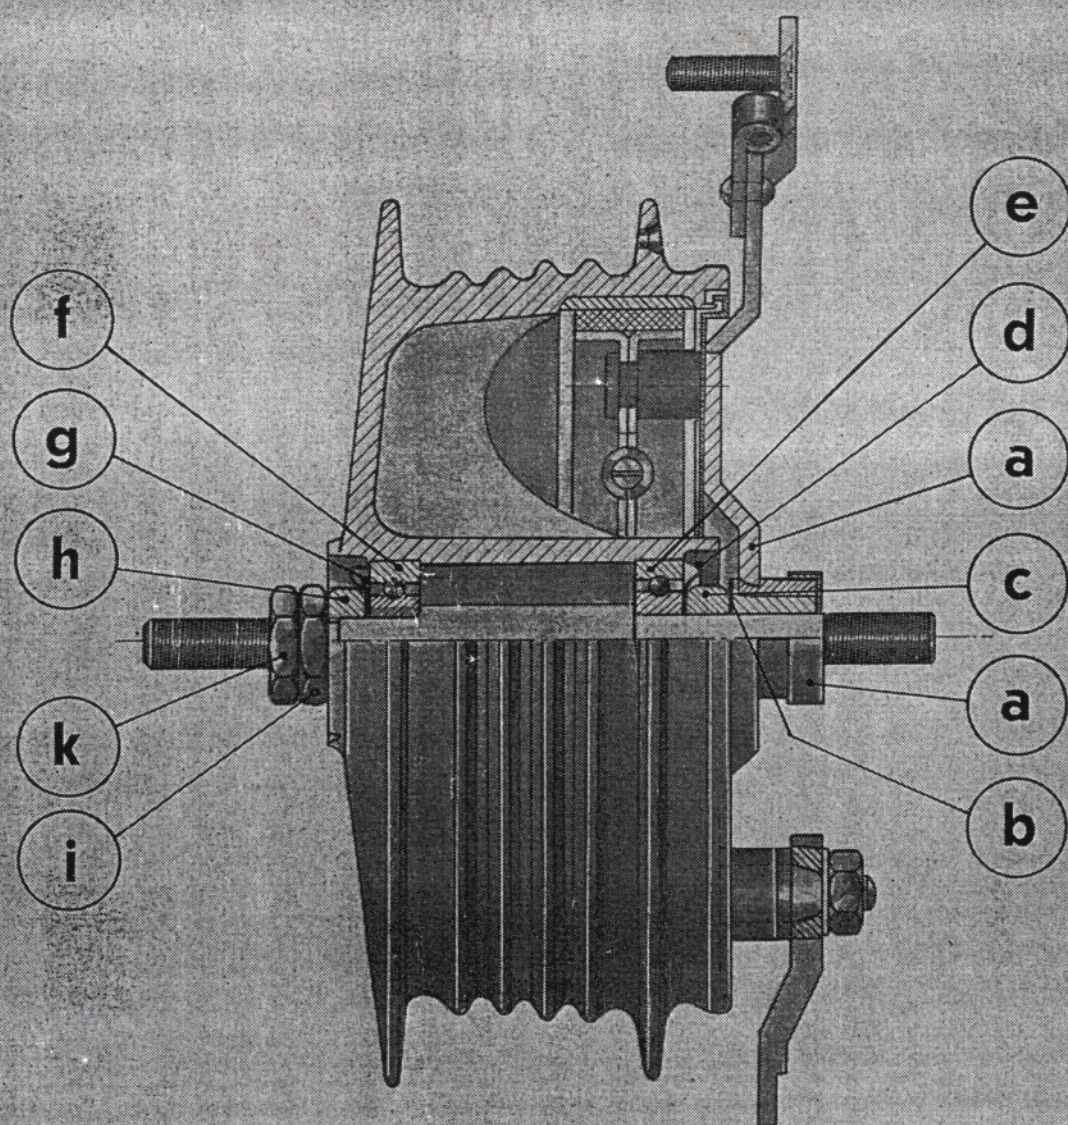

Abb. 136 Einbauteile der Vorderradnabe
3. Bremsträgerplatte kpl. „a“ Abb. 136 abnehmen.
13. Rillenkugellager „e“ einsetzen, Nilosring „d“, Abstandsbuchse „c“, Beilagscheibe „b“ und Gegenhalter „a“ montieren. (Siehe Abb. 136.)